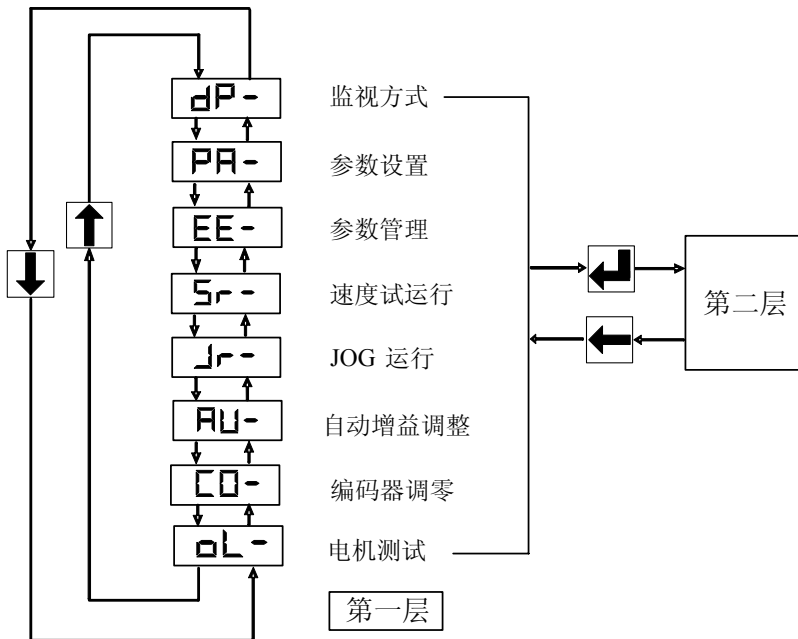

图 6.1 方式选择操作框图
- 1) 操作菜单分二层，第一层为主菜单，共有八种操作方式，按  进入第二层。第二层为各方式下的子菜单，按  返回上一层。图 6.1 示出主菜单操作框图，按 、 可转换到各种操作方式：